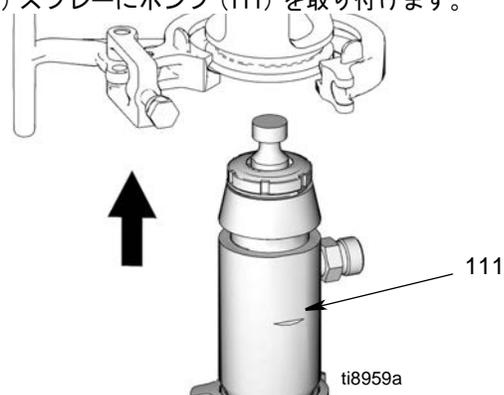

図 21
2. (図21) スプレーにポンプ (111) を取り付けます。